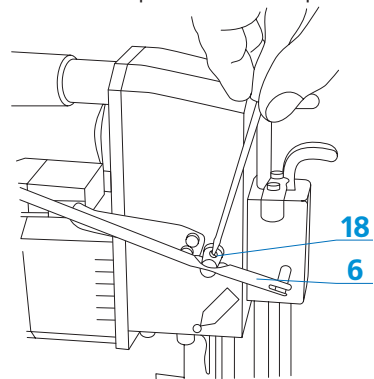

Рис. 6 - Снятие рычага лапки
Нож (12) вынимается при чистке раскройной машины, а также в случае его замены на новый. Демонтаж ножа показан на рис. 6, 7, 8, 9 и 10.